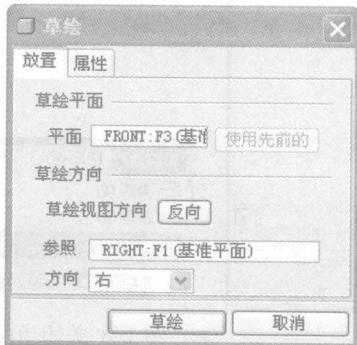

图 1-3 选取草绘面及参照面
3. 左键单击“Front”基准面的标签“FRONT”，将这个面设为草绘面，此时系统默认将“Right”面设为参照面，此时的“草绘”对话框如图 1-3 所示。